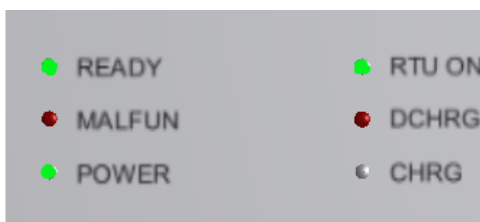

Рис.6.1. Индикация панели управления в состоянии «Готов»
2. Дождаться включения панели управления, перехода блока управления в состояние «Готов», о чем будет свидетельствовать индикация светодиодов Рис.6.1.